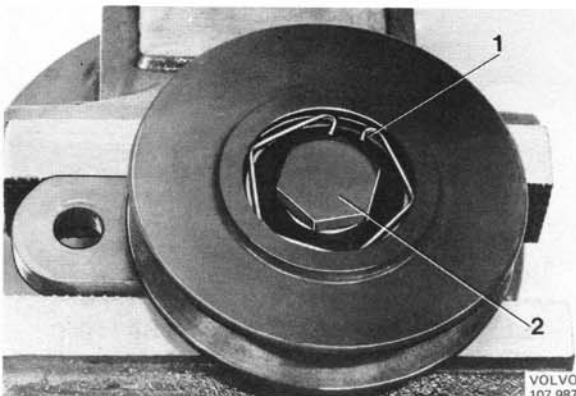

Abb. 42 Zerlegung der Spannrolle, früh. Ausf.
2. Stelleisen in einen Schraubstock einspannen und die Drahtsicherung (1, Abb. 42) ausfedern. Danach die Schraube (2) entfernen, auf welcher die Riemenscheibe gelagert ist. Unterlegscheiben zwischen Riemenscheibe und Stelleisen aufbewahren.